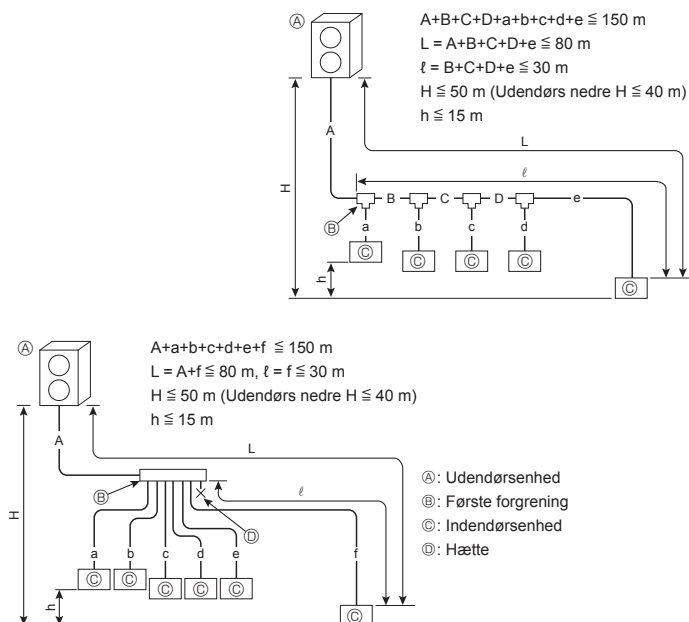

Fig. 4-1
4.1.1. Tilslutning uden forgreningsboks (Fig. 4-1)